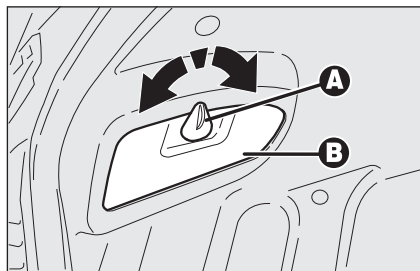

fig. 33
- ruotare il dispositivo **A-fig. 33** in modo da aprire lo sportello **B**;
- richiudere lo sportello **B-fig. 33**.